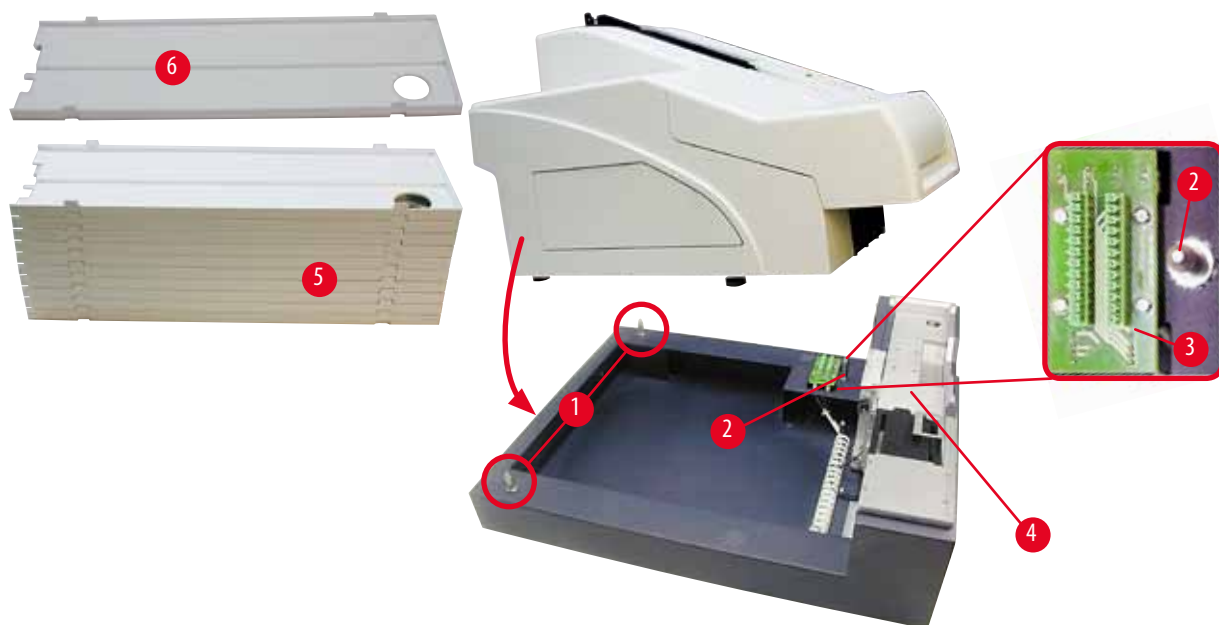

Рис. 12
- Захватите принтер с обеих сторон (справа и слева) и установите его таким образом, чтобы два задних пальца (→ "Рис. 12-1") вошли в основание, как показано на (→ "Рис. 12").